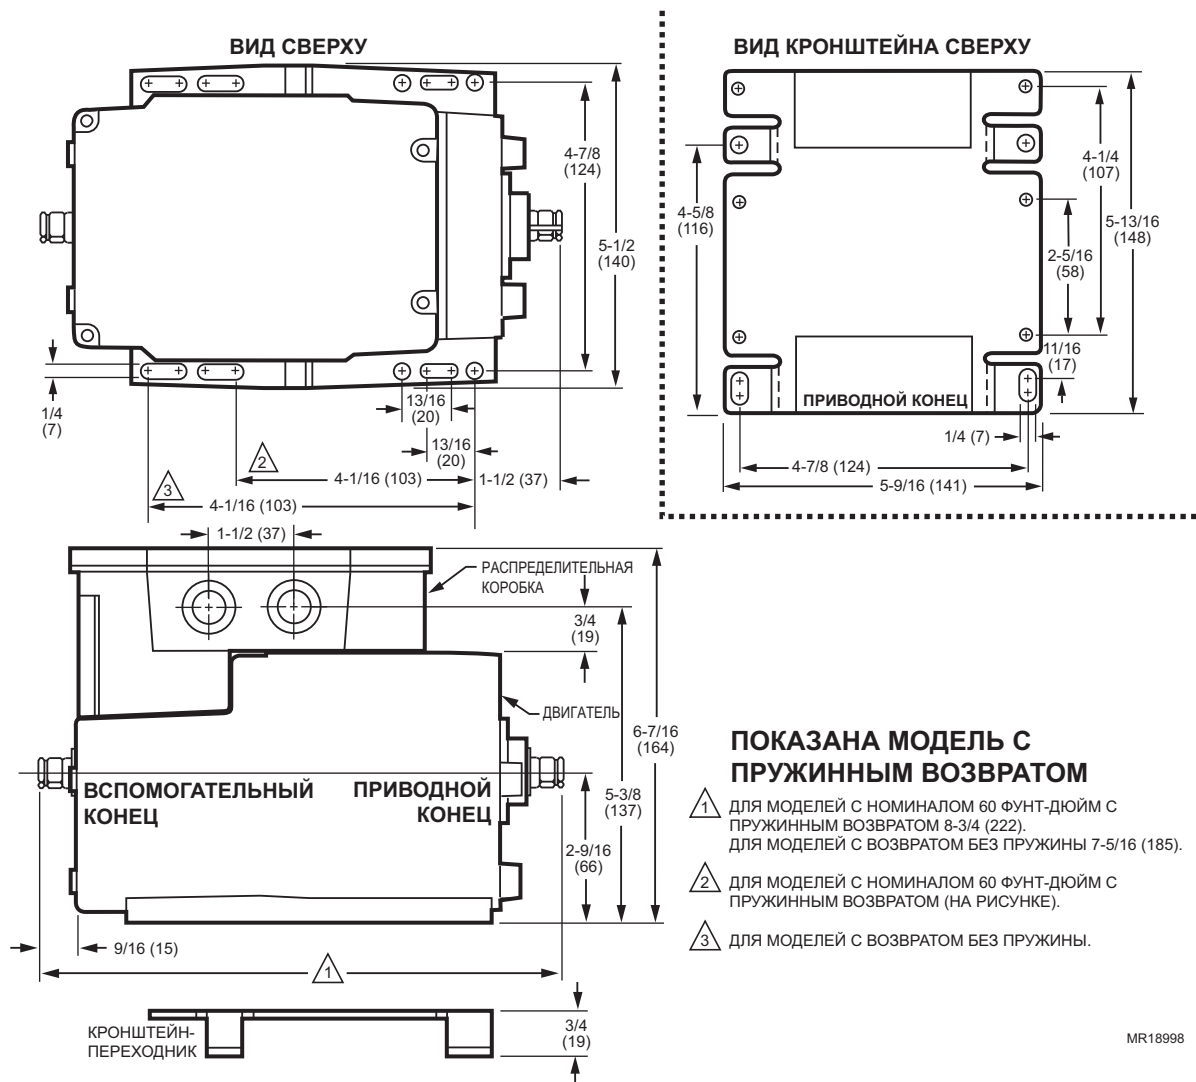

Рис. 2. Размеры двигателя Modutrol IV серии 61 и 62 в дюймах (мм).
**Размеры:** См. рис. 2.
При выборе местоположения оставьте достаточно места для установки принадлежностей и обслуживания двигателя (см. рис. 2). При установке вне помещения используйте влагозащищённые разъёмы и распределительную коробку, обеспечивающую защиту от внешних условий класса NEMA 3. При монтаже вне помещения в любом положении, отличном от вертикального, устанавливайте 4074ERU